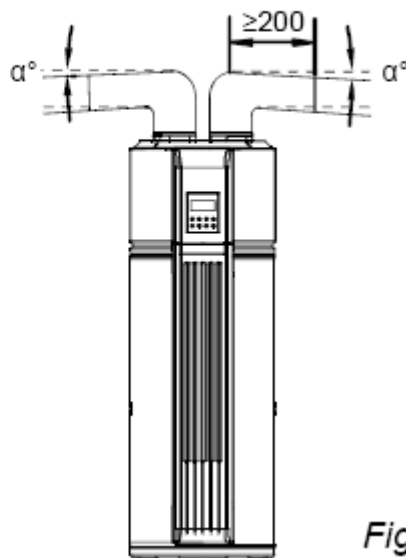

Fig.6-8
- Advertencia: Para evitar que la lluvia entre en la unidad a través de los conductos de lona, inclínelos hacia abajo en un ángulo suficiente. (Fig.6-8)